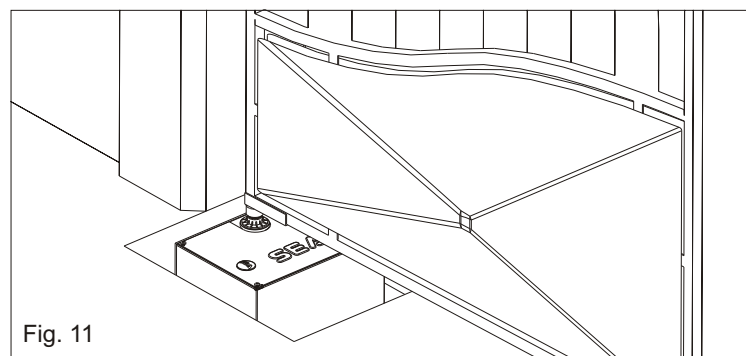

Fig. 11
3.7. Appuyer les vantaux du portail sur le profilé en U (Fig. 11) et les connecter à la charnière sur la part supérieure.